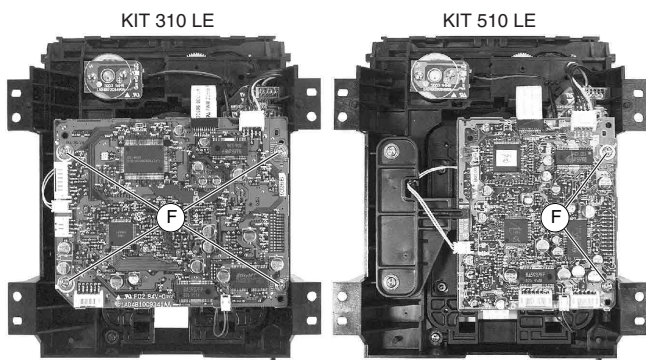

Fig. 5
- Schrauben (F) (Fig. 5) herausdrehen und Laufwerk-Platte abnehmen.
- Undo the screws (F) (Fig. 5) then remove the drive board.